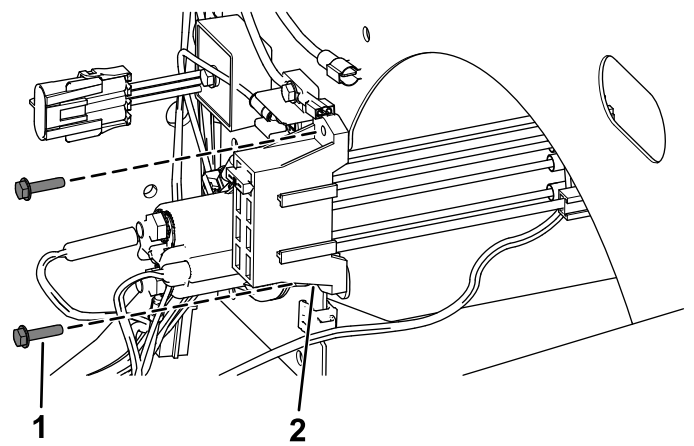

Figura 21
- **Per le macchine con numero di serie 403448001 e successivi**, fissate il nuovo portafusibili utilizzando le 2 viti autofilettanti, come illustrato nella Figura 21.